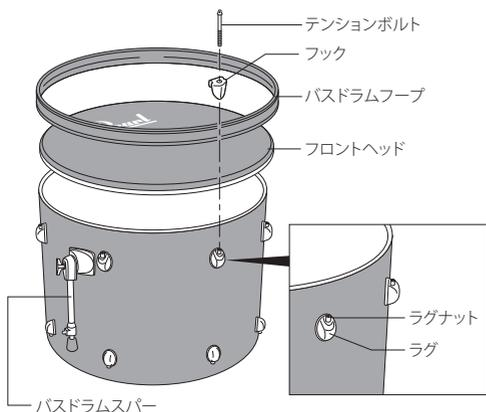

図1（フロント側）
1. バスドラムのフロント側（バスドラムスパーのついている方）を上にしてシェルを床に置き、パール・ロゴのあるヘッドをかぶせ、バスドラムフープを（平らな方を下にして）のせます（図1）。
2. バスドラムフープにフックを引っ掛け、フックにテンションボルトを通し、ラグのラグナットにネジ込んでヘッドにテンションをかけます（図1）。